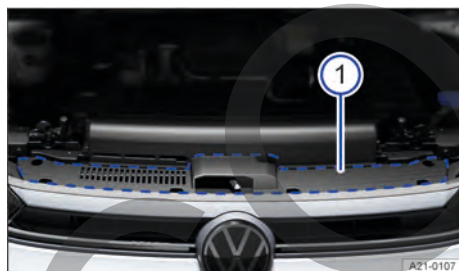

Fig. 175 Ubicación del adhesivo con la norma y la viscosidad del aceite del motor (representación esquemática).
- ① Información de la norma del aceite del motor
- ② Información de la viscosidad del aceite del motor
El adhesivo con la norma del aceite del motor prescrita se encuentra en la parte delantera del compartimento del motor, a un lado del desbloqueo del capó delantero → Fig. 175 ①.